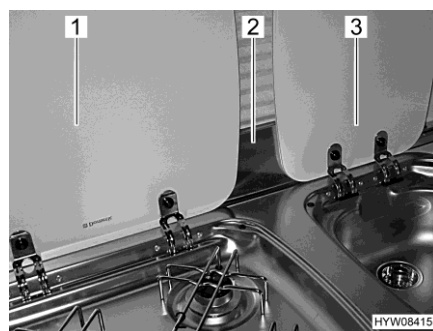

Fig. 141 Chapa guardallamas y cubiertas
Antes de cocinar, deberá engancharse la chapa guardallamas (Fig. 141,2) en el marco de la ventana. Entonces, la chapa guardallamas cubrirá la zona entre las cubiertas del fregadero (Fig. 141,3) y de la cocina de gas (Fig. 141,1).
- Enganchar la chapa guardallamas (Fig. 141,2) en el marco de la ventana.
- Abrir la tapa (Fig. 141,1) de la cocina de gas.